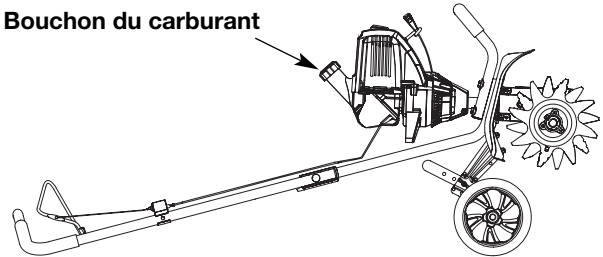

Fig. 9
**REMARQUE :** Remplissez ou ajoutez du carburant dans le réservoir uniquement lorsque le cultivateur est en position horizontale (Fig. 9).